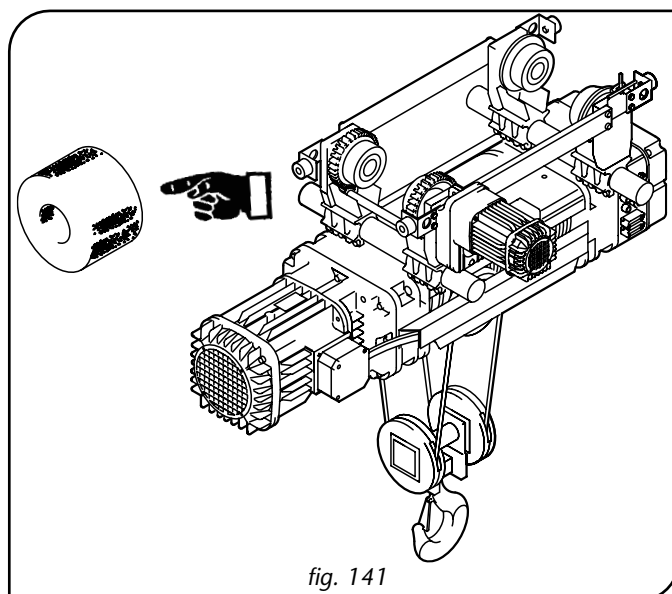

fig. 141
*Verifica annuale dell'efficienza dei respingenti del carrello (fig. 141):*